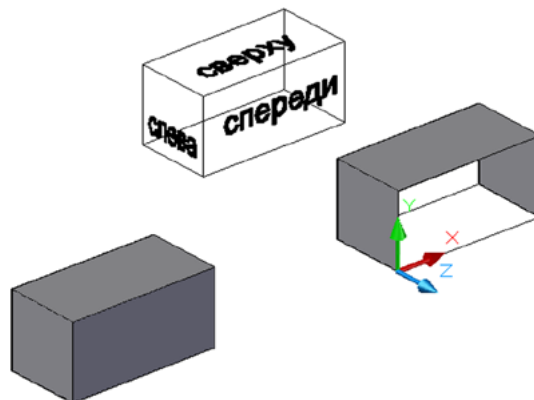

Рис. 6. Пример выполненного задания
1. Построить каркасную, поверхностную и твердотельную модели параллелепипеда (рис. 6).